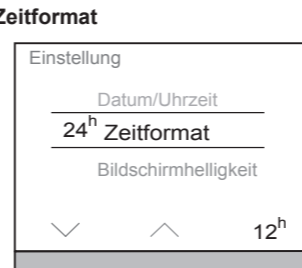

Bild 11: Einstellung Zeitformat
Das Zeitformat wechselt von der 24h in die 12h Anzeige. In der Funktionszeile (8) erscheint das 12h, um wieder in die 24h Anzeige zurückschalten zu können (Bild 11).